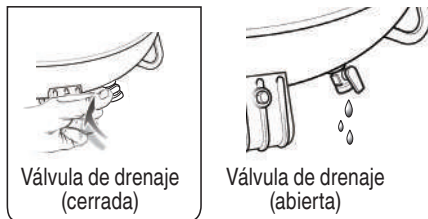

Fig. 8
Para vaciar el tanque: (Fig. 8)
- Abra la válvula de drenaje situada en la parte inferior del depósito (Fig. 8). La presión del tanque debe estar por debajo de 10 psi cuando se drene el tanque.